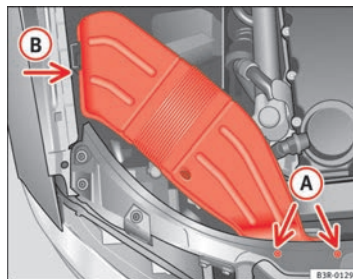

Fig. 204 Conducción de ventilación en el lado derecho del vehículo
- Desenrosque los tornillos **(A)** ⇒ fig. 204.